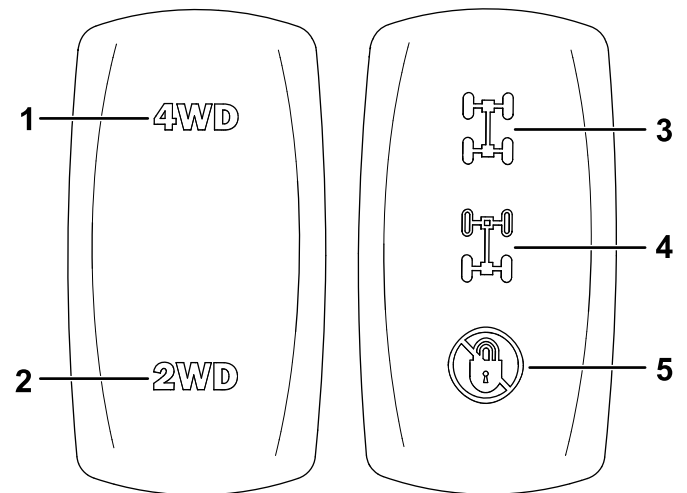

Figure 55
2. Appuyez sur le haut du sélecteur de mode 2 roues motrices/4 roues motrices (Figure 55) pour engager le mode 4 roues motrices.
Sans appuyer sur la pédale d'accélérateur, désengagez le mode 4 roues motrices en appuyant sur le bas du sélecteur de mode 2 roues motrices/4 roues motrices (Figure 55).
2. Placez le sélecteur de blocage des différentiels à la position centrale pour bloquer le différentiel arrière (Figure 55).
Placez le sélecteur de blocage des différentiels à la position supérieure pour bloquer les différentiels avant et arrière (Figure 55).
Sans appuyer sur la pédale d'accélérateur, désengagez le blocage du ou des différentiels en appuyant sur le bas du sélecteur de blocage (Figure 55).